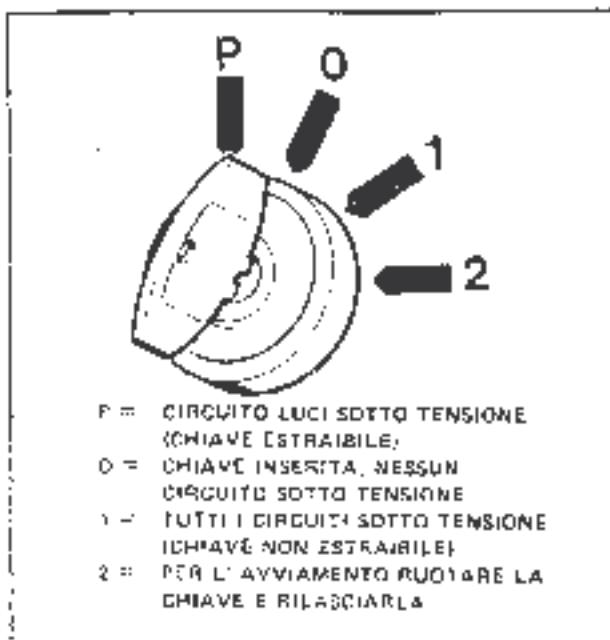

Figura 4. Comutatore a chiave
15. COMUTATORE A CHIAVE PER ACCENSIONE, PREDISPOSIZIONE SERVIZI ED AVVIAMENTO MOTORE: vedere la figura 4.